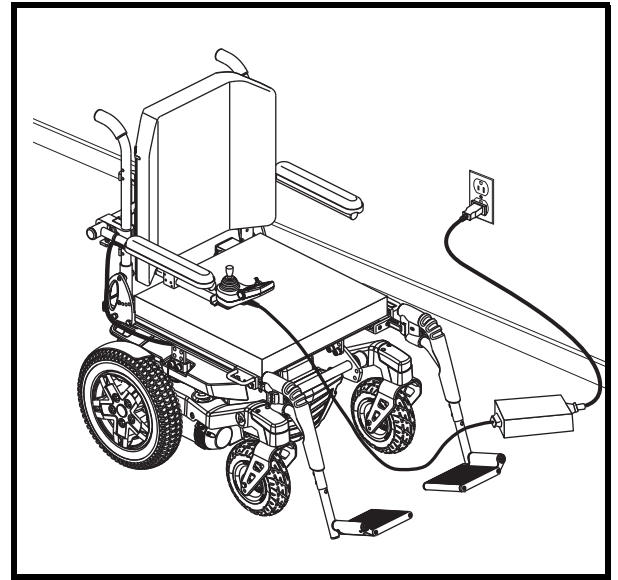

Figure 17. Recharge des batteries
3. Branchez le chargeur externe dans le réceptacle du chargeur/programmation sur le module de contrôle. Voir la figure 17.